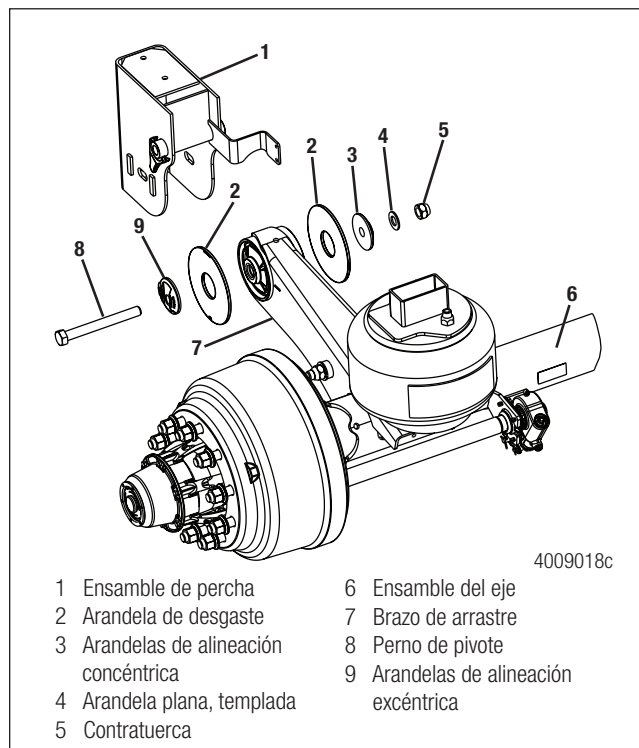

Figura 7.11
5. Retire la contratuerca y la arandela de alineación concéntrica interna del perno de pivote en ambos ensambles de la percha. Figura 7.11. Retire cuidadosamente los pernos de pivote y arandelas de alineación excéntrico exteriores, de ambos lados.